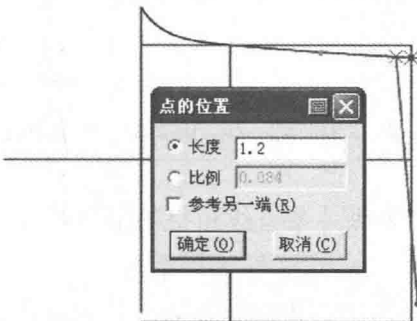

图 7-83 画腰口线步骤 2
(11) 选择  【智能笔】工具在腰口基础线前浪交点处按【Enter】键，输入纵向偏移量 0.5cm，横向偏移量 -19.5cm (计算公式： $\frac{\text{腰围 } 72\text{cm}}{4} + \text{互借量 } 0.5\text{cm} + \text{省 } 1\text{cm}$) (图 7-83)。